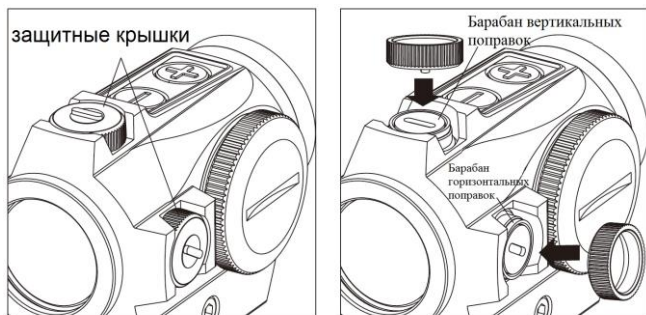

рис.5
1. Сверху прицела находится барабан вертикальных поправок, справа – барабан горизонтальных поправок (см. Рис.5). На фабрике прицельная марка устанавливается в среднее положение.
2. Для ввода поправок можно воспользоваться встроенной в защитную крышку отверткой (см. Рис.5).
3. Сначала снимите защитную крышку (см. Рис.5), вставьте шлиц отвертки в прорезь на барабане ввода поправок и поверните его вправо или влево, чтобы сделать нужную поправку. Каждый щелчок приводит к смещению точки попадания на 0,5 МОА.